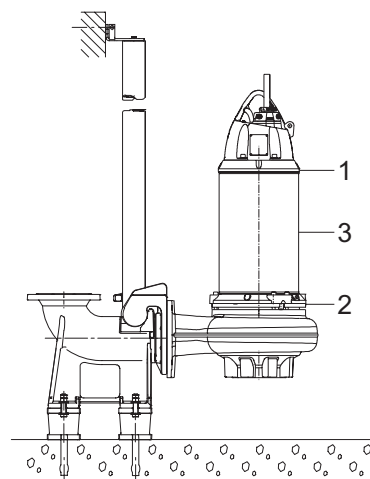

Рис. 10 Уровень жидкости
На короткий период стандартный насос может быть использован для откачки жидкости ниже уровня отключения. Нельзя откачивать жидкость ниже уровня отключения, установленного для взрывозащищенных насосов, как это показано на рис. 10.
Взрывозащищенные насосы SL (без кожуха охлаждения), тип установки S, всегда должны быть полностью погружены в перекачиваемую жидкость до верхней части электродвигателя. См. рис. 10 – уровень 1.
Для взрывозащищенных насосов SE (с кожухом охлаждения), тип установки C, корпус насоса всегда должен быть полностью покрыт перекачиваемой жидкостью. См. рис. 10 – уровень 2.
Нельзя откачивать жидкость ниже уровня отключения, установленного для взрывозащищенных насосов, как это показано на рис. 10.
- непрерывный режим работы: насос должен быть полностью погружен (минимальный уровень выключения) в перекачиваемую жидкость до верхней части электродвигателя. См. рис. 10 – уровень 1;
- повторно-кратковременный режим работы: насос должен быть погружен (минимальный уровень выключения) в перекачиваемую жидкость до середины электродвигателя. См. рис. 10 – уровень 3. Или при условии кратковременных периодов эксплуатации (не более 3–5 минут) – до верхней части корпуса насоса. См. рис. 10 – уровень 2. Максимальное количество пусков в час – 20.
- **Тип установки C:** корпус насоса должен быть полностью покрыт (минимальный уровень выключения) перекачиваемой жидкостью. См. рис. 10 – уровень 2.